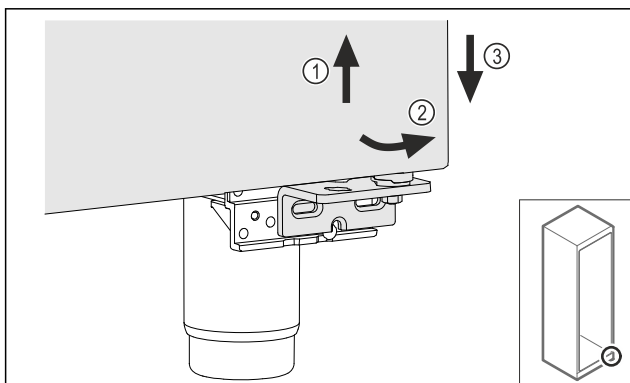

Fig. 19
- ▶ Løft døren litt Fig. 19 (1), vipp den fremover på den nedre delen Fig. 19 (2) og senk den ned Fig. 19 (3).